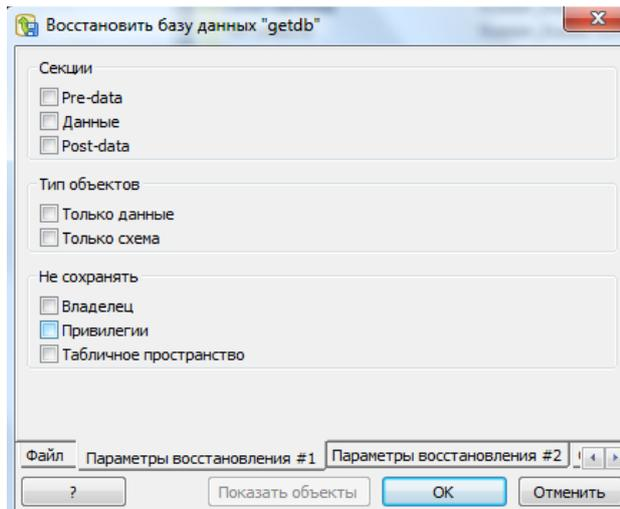

Рисунок 21
- указать необходимые параметры восстановления (рисунок 21);